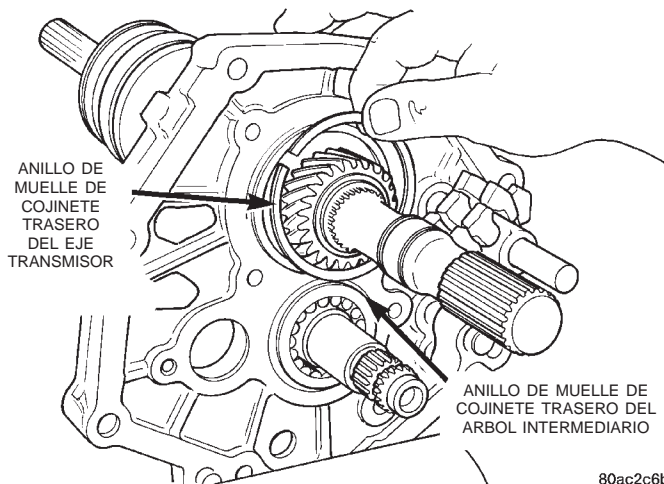

Fig. 61 Desmontaje del anillo de muelle de cojinete trasero del eje transmisor
(14) Retire el anillo de muelle que fija el cojinete trasero del eje transmisor en la placa intermedia (Fig. 61).
(15) Retire el anillo del cojinete trasero del árbol intermedio.